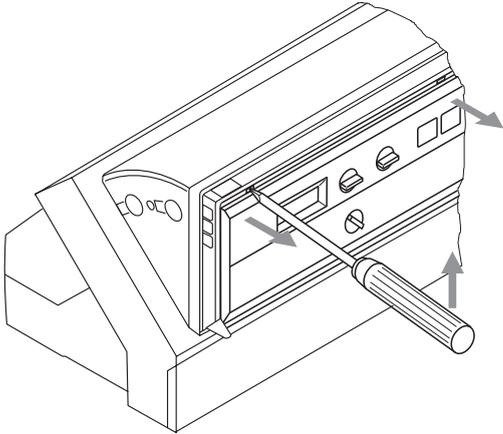

Fig. 20
2. Disinnestare la piastra frontale sinistra sulle cavità previste a questo scopo (in alto) (fig. 20).